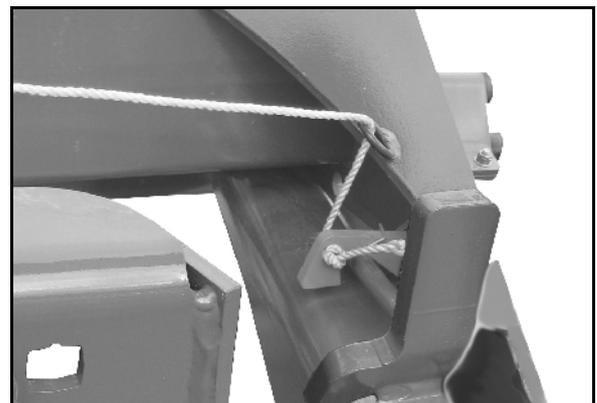

Fig. 27
- Fig. 27 - côté gauche de la machine